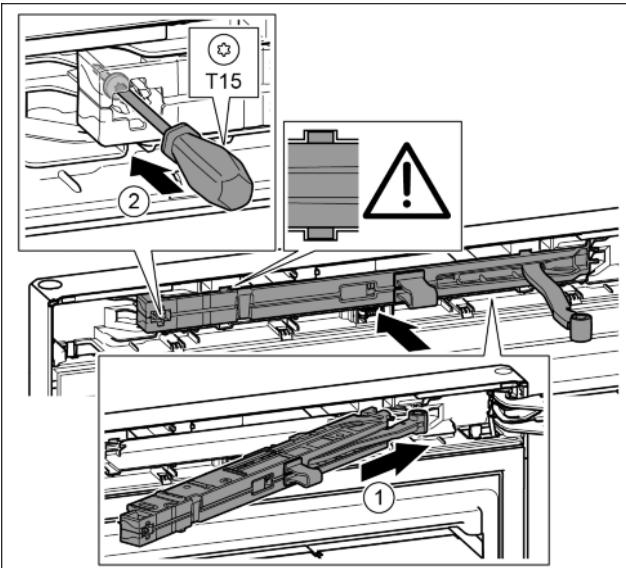

Fig. 20
- Вкарайте блока на затварящия демпфер от страната на лагерната стойка докрай под ъгъл в отвора. *Fig. 20 (1)*
- С отвертка T15 затегнете винта. *Fig. 20 (2)*